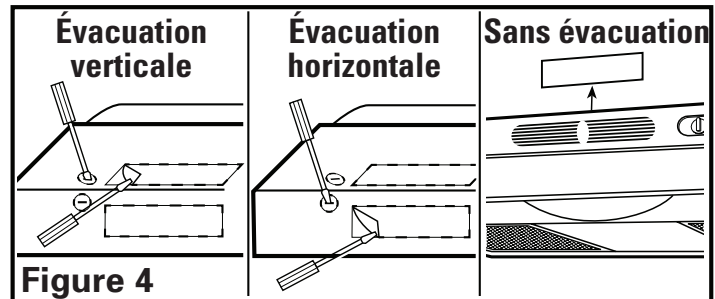

Figure 4
- Évacuation horizontale ou verticale** - Retirez la pièce rectangulaire défonçable. Pour ce faire, insérez un tournevis dans le pourtour et brisez les attaches qui le retiennent. Enlevez ensuite la pièce avec des pinces (**Figure 4**).
- Sans évacuation** - Soulevez et retirez le panneau de l'évent situé derrière la grille, exposant ainsi l'entrée d'air frontale. N'utilisez pas de tournevis ni tout autre objet qui pourrait égratigner la hotte (**Figure 4**).
- Déterminez sur où les fils entreront dans la hotte et retirez l'entrée électrique défonçable appropriée. Pour ce faire, insérez un tournevis dans la fente et faites un mouvement de va-et-vient jusqu'à ce que la pièce se détache (**Figure 4**).
REMARQUE : INSTALLATION SANS ÉVACUATION SEULEMENT, Si ce n'est déjà fait, retirez le panneau de l'évent situé derrière la grille (**Figure 4**).